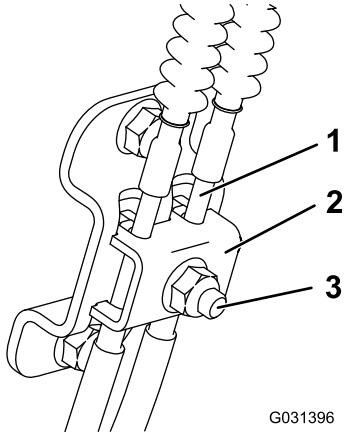

Bild 50
4. Lösen Sie die Schraube an der Kabelklemme auf der linken Seite der Maschine (Bild 50).